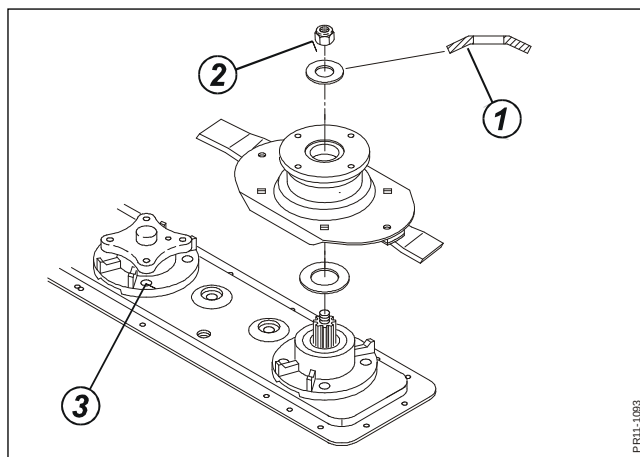

Fig. 5-14
Fig. 5-14 Fjederskiven (1) over indgangsskiven vendes, som vist, med den buede side opad. Møtrikken (2) spændes til **190 Nm** (19 Kpm). Boltene (3), der fastholder skivelejehuset til bjælken, spændes til **85 Nm** (8,5 Kpm).